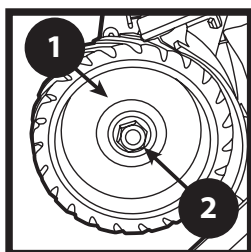

FIGURE 3
1. Ouvrir la porte de couvercle de roue et retirer la roue de contact à l'aide d'une clé à douille de 15/16 pouce. (Figure 3)